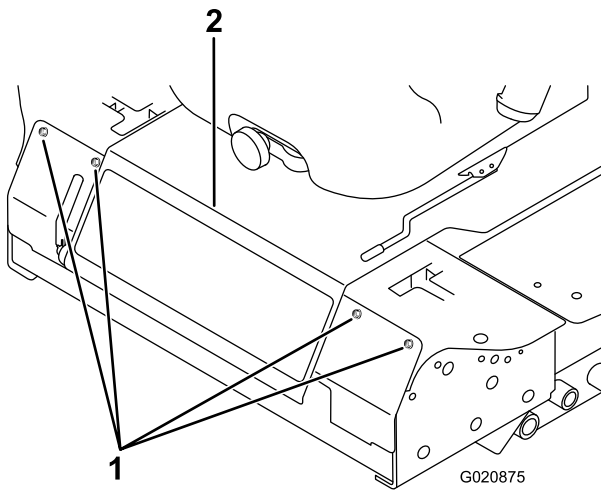

Figure 84
3. Retirez les boulons de fixation du panneau avant et déposez le panneau (Figure 84).